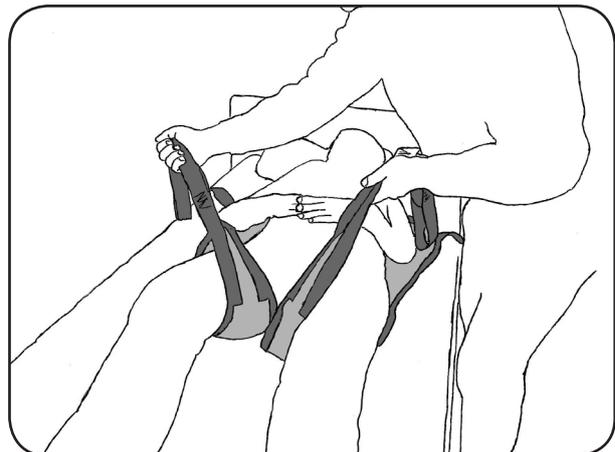

Abb. 8.2.02 - Beinstützen zwischen den Beinen des Patienten positioniert
7. Drehen Sie den Patienten wieder auf den Rücken und ordnen Sie die Beinstützen zwischen den Beinen des Patienten an (Abb. 8.2.02). Achten Sie darauf, dass die Beinschlaufen gleich lang sind. Die Schulerschlaufen liegen jeweils im Bereich der rechten und linken Schulter.